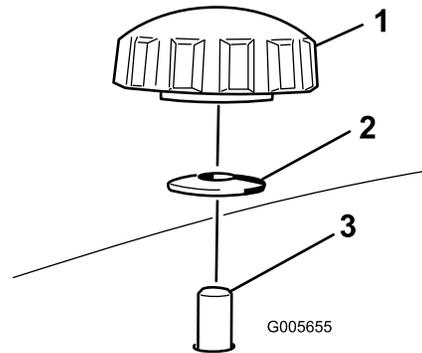

Figure 29
- 4. Retirez les 2 boutons et rondelles bombées qui fixent le déflecteur droit au plateau de coupe (Figure 29).
- 5. Déposez le déflecteur droit et abaissez le déflecteur d'herbe sur l'ouverture d'éjection, comme illustré aux Figure 29 et Figure 30.
5. Insérez le déflecteur droit sous le plateau de coupe et fixez-le en place avec 2 boutons et les rondelles bombées (face concave vers le plateau de coupe) comme montré à la Figure 29 et la Figure 30.